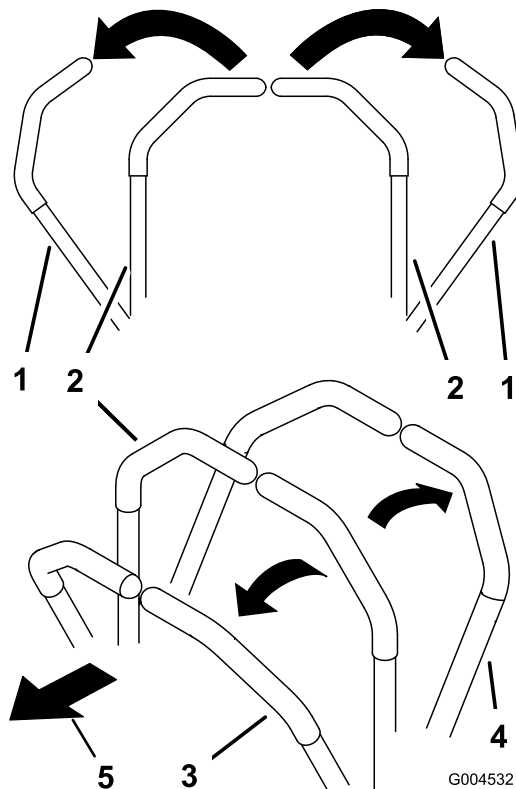

Figure 23
- Pour vous déplacer en ligne droite en marche avant, poussez lentement les leviers de commande de déplacement vers l'avant (Figure 23).
- Pour vous déplacer en ligne droite en marche arrière, tirez doucement les leviers en arrière (Figure 23).
levier du côté opposé à celui que vous voulez prendre (Figure 23).